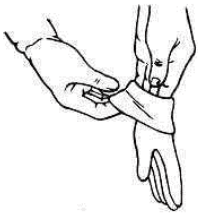

Figure 1
**Avant de manipuler l'écran réfléchissant (H), mettez la paire de gants blancs fournie (G) pour éviter de laisser des traces de doigts, de la poussière ou de l'huile de vos mains sur la surface du matériau (Figure 1). L'écran réfléchissant (H) est très délicat et doit être manipulé avec une extrême prudence. Ne pas laisser le matériau se plier ou se froisser. Le non-respect des instructions entraînera des dommages permanents au matériau de l'écran, qui ne sont pas couverts par la garantie.**
1. Retirez l'écran réfléchissant (H) du tube d'emballage et posez-le doucement sur une surface propre.